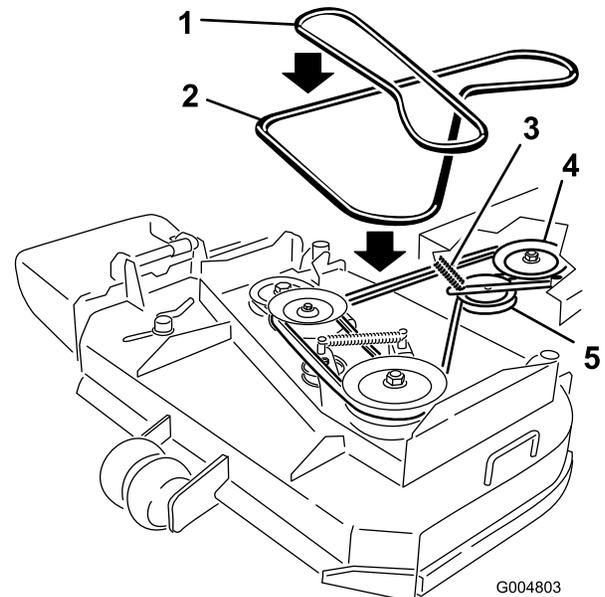

Figura 38
6. Retire la correa de la polea central de la carcasa del cortacésped (Figura 38). Extreme las precauciones al retirar la correa ya que la tensión aumentará debido a que la polea tensora está tensada con muelle.
7. Retire la correa de la polea del motor y la polea tensora tensada con muelle (Figura 38).
8. Instale la nueva correa en la polea del motor y la polea tensora tensada con muelle (Figura 38).
9. Coloque la correa en la polea central de la carcasa del cortacésped (Figura 38). Extreme las precauciones al